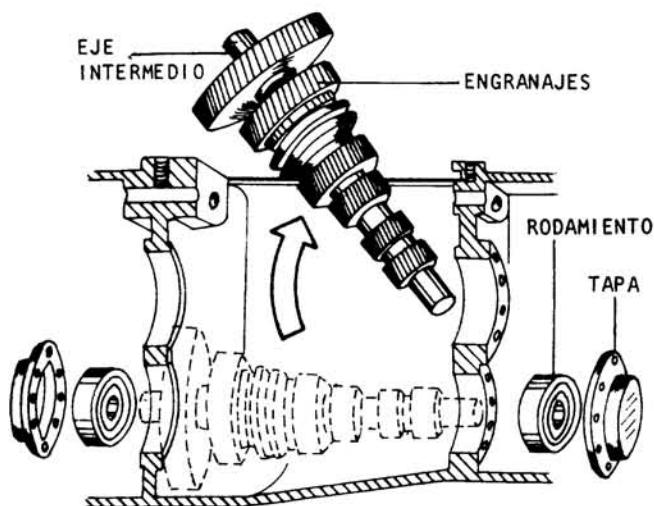

Fig. 6
- 8o Paso - *Desmonte el eje intermediario (fig. 6).*